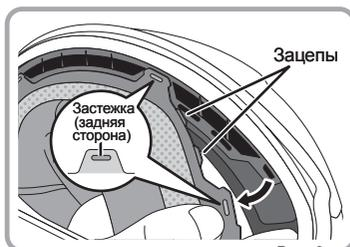

Рис. 2
2. Отстегните 4 застёжки и защёлки спереди. Теперь можно извлечь подкладку. (Рис. 2)